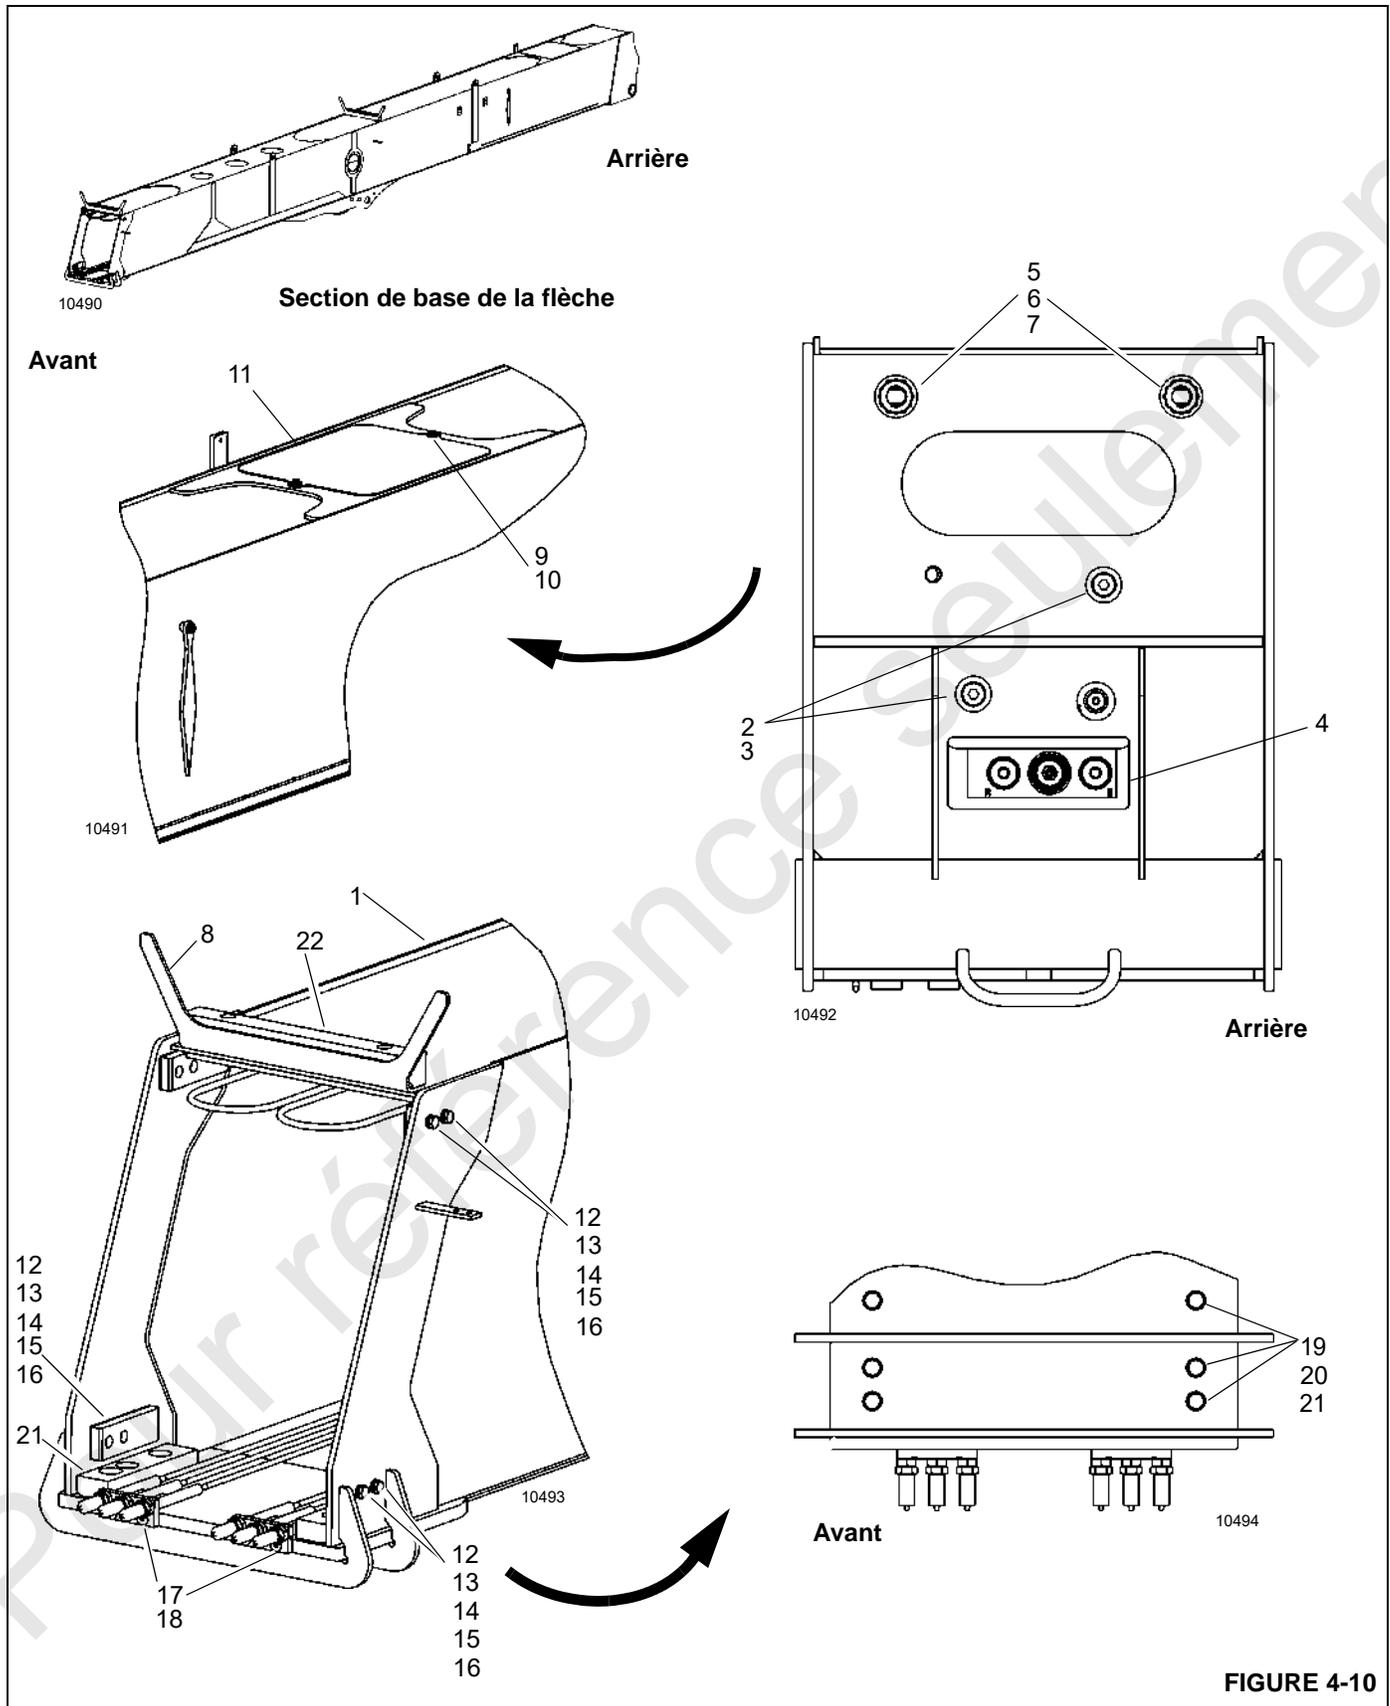

FIGURE 4-10
Les étapes 1 à 3 s'appliquent à une flèche qui doit être démontée en laissant la section et de base (1, Figure 4-10) et le bras (le cas échéant) sur la grue.
Tableau 4-1 Liste des articles de la section de base de la flèche Figure 4-10
- Retirer les boulons (2, Figure 4-10) et les rondelles (3) qui fixent le vérin d'extension télescopique (4) à la section de base de la flèche (1).
- Retirer les contre-écrous (5) et les rondelles (6) des câbles de synchronisation (7) à l'arrière de la section de base (1). Repérer l'emplacement des écrous et des rondelles. Marquer et étiqueter les câbles tout en laissant leurs extrémités étalées à l'intérieur de la flèche.
- Retirer les fixations, les plaquettes d'usure et les guide-câbles (8) du haut de toutes les sections de flèche et les ranger dans un endroit sûr.
- Retirer les vis (9), les rondelles (10) et le couvercle d'accès (11) de la partie supérieure de la section de base (1).
- Retirer et étiqueter les boulons (12, Figure 4-10), les rondelles (13), les rondelles-freins (14), les cales (15) et les plaquettes d'usure (16) sur les côtés de la section de base de la flèche (1).
- Retirer les quatre boulons (17) retenant les ancrages des câbles de rétraction 3/2/1 (18) à la pointe inférieure de la section de base de la flèche (1).
- Retirer et étiqueter les boulons (19), les rondelles (20) et les plaquettes d'usure (21) de la pointe inférieure de la section de base de la flèche. Tirer les ancrages (18) des câbles de rétraction pour les sortir et veiller à ce qu'ils restent tendus tout en faisant sortir de la section de base (1) la section télescopique 1 (avec les sections télescopiques 2, 3 et 4). Soutenir l'extrémité base de la section télescopique 1 à sa sortie de la section de base de la flèche.